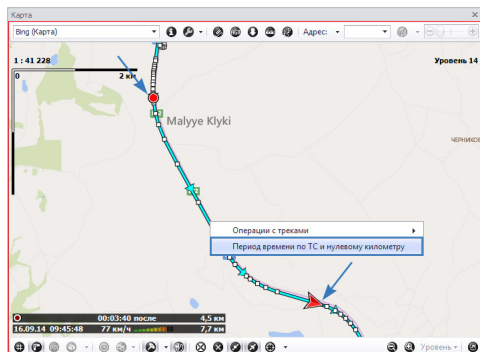
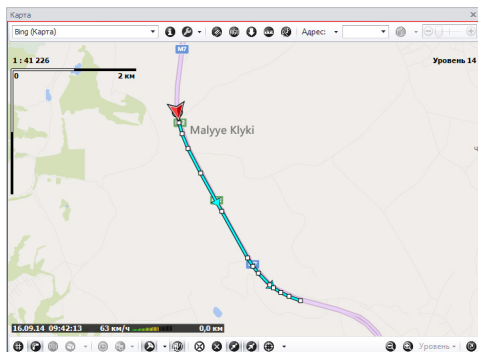

Рис.320. Установка периода просмотра по ТС и нулевому километру.
Рис.321. Периода просмотра по ТС и нулевому километру.
- нажать правую кнопку мыши и в появившемся меню выбрать команду «Период времени по ТС и нулевому километру» (**Рис.320**). В программе установится период, ограниченный нулевой точкой и курсором ТС, при этом курсор ТС переместится в точку начала трека (**Рис.321**).